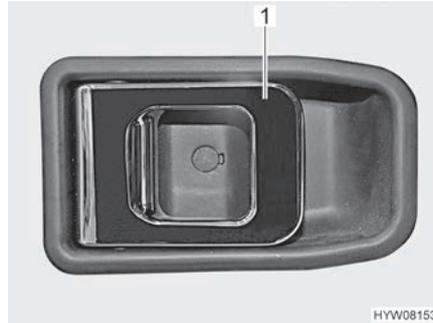

Fig. 25 Serratura della porta (porta conducente, lato interno)
- Apertura:* ■ Tirare la maniglia (Fig. 25,1). La serratura della porta si sblocca o apre.
- Bloccaggio:* ■ Premere la maniglia (Fig. 25,1). La serratura della porta è bloccata.